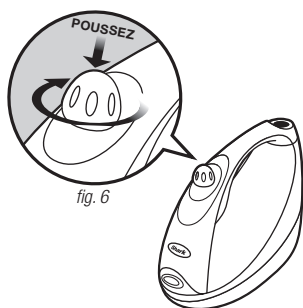

fig. 6
- 2 Accrochez le vêtement au crochet et débutez le pressage par un mouvement de haut en bas. (fig. 6)
- 2 Dévissez le bouchon du réservoir, le bouchon est attaché au réservoir d'eau et ne peut être enlevé entièrement. (fig. 6)